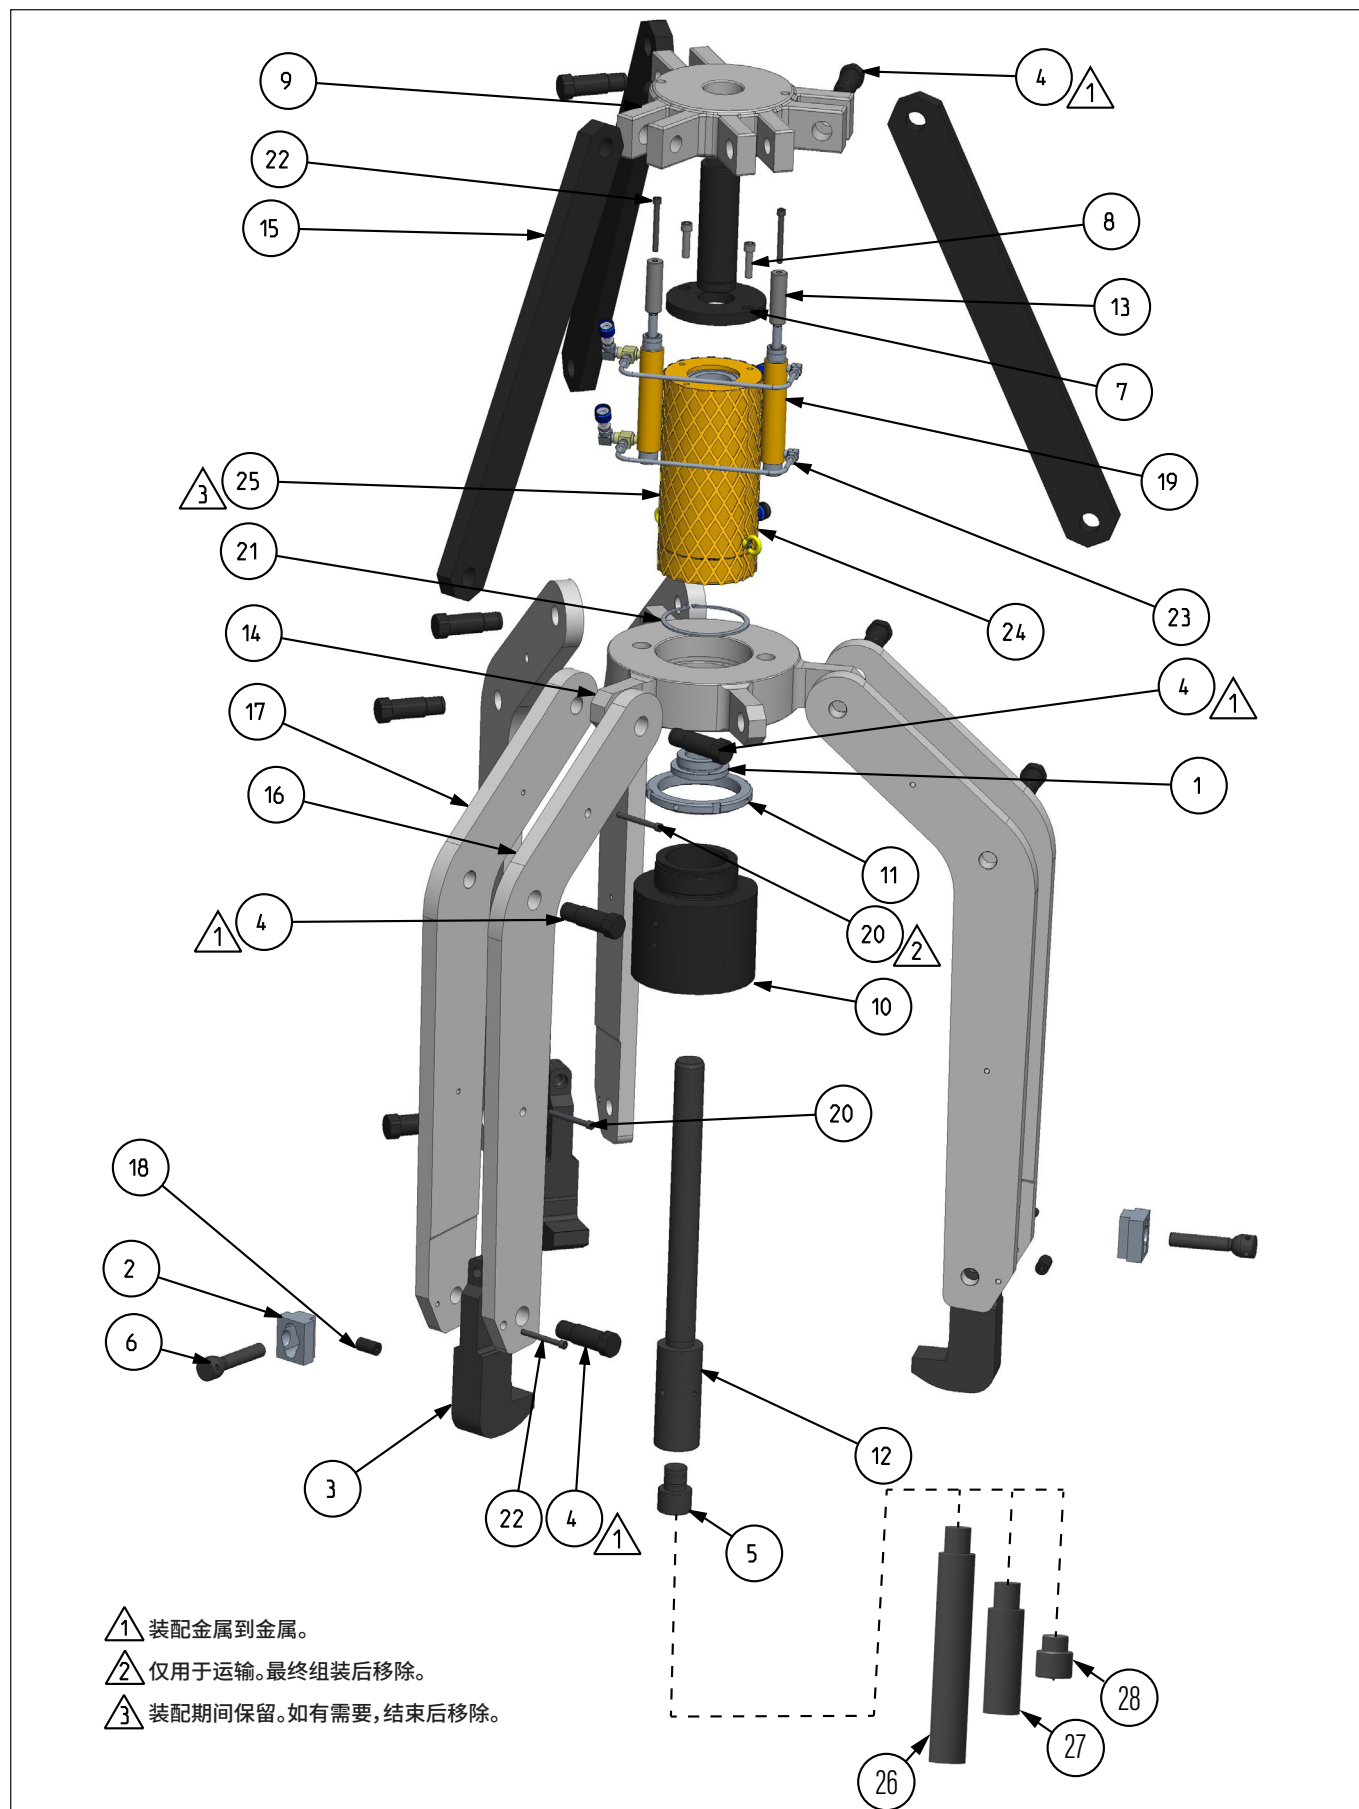

图 20: 分解图 - 液压拔出器
9.2.1 液压拔出器 LGH3100 零件表 (图 20)